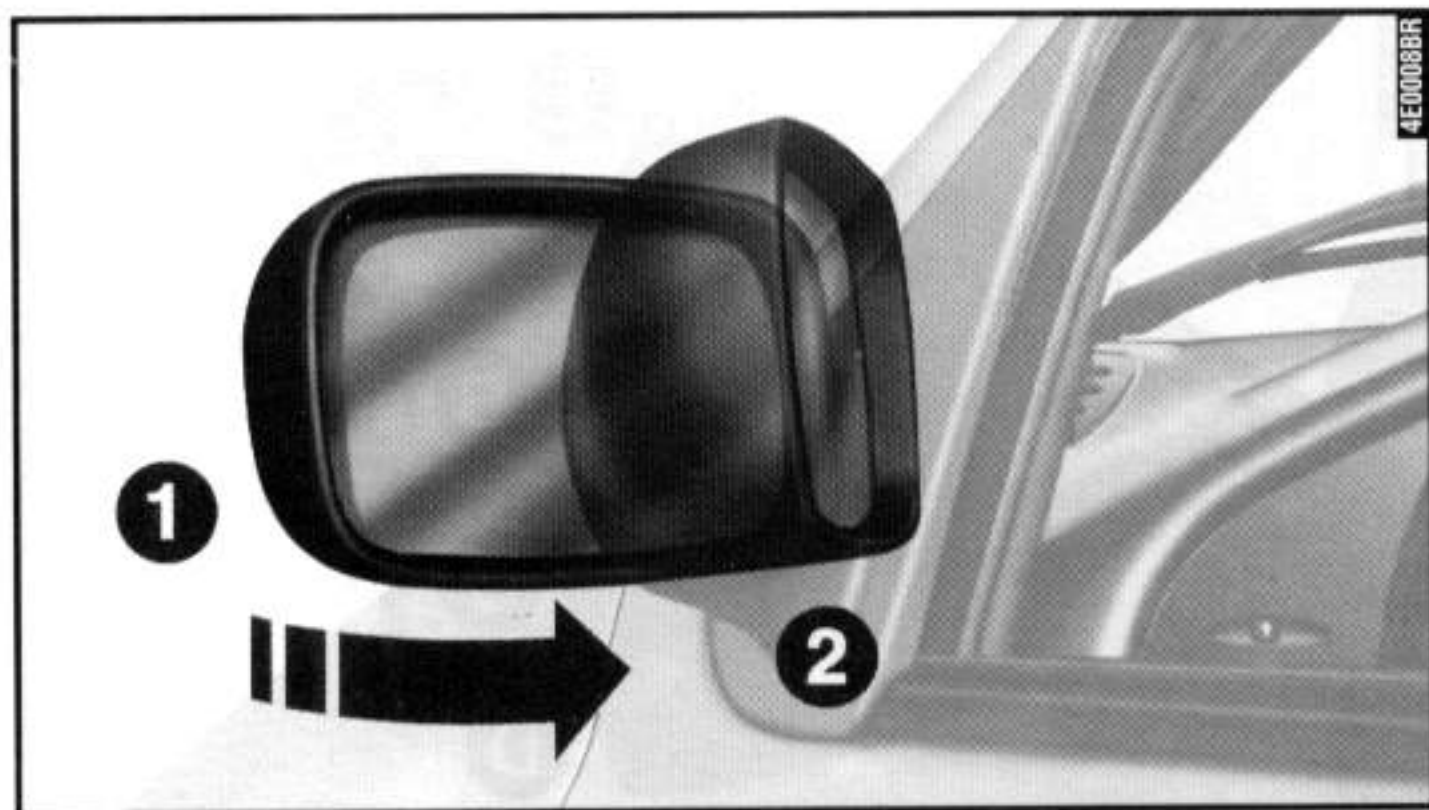

fig. 21
**Com regulagem externa:** mover a lente do retrovisor até a posição desejada **fig.21**.